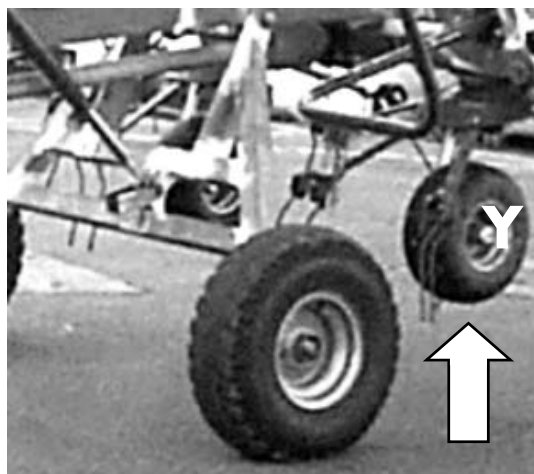

Bild 3-6
1. Fahrwerkszylinder ausfahren bis Räder (Y) leicht vom Boden abheben (Bild 3-6)